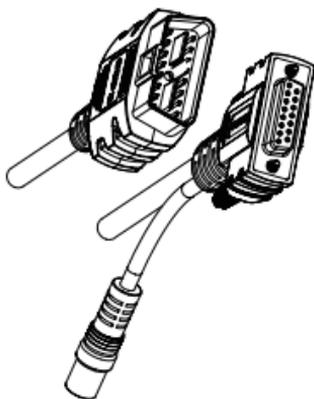

図 2.1.4
9. DB15 メスコネクタと 16 ピン OBD-II ポートを備えた診断ケーブル。(図 2.1.4 を参照)